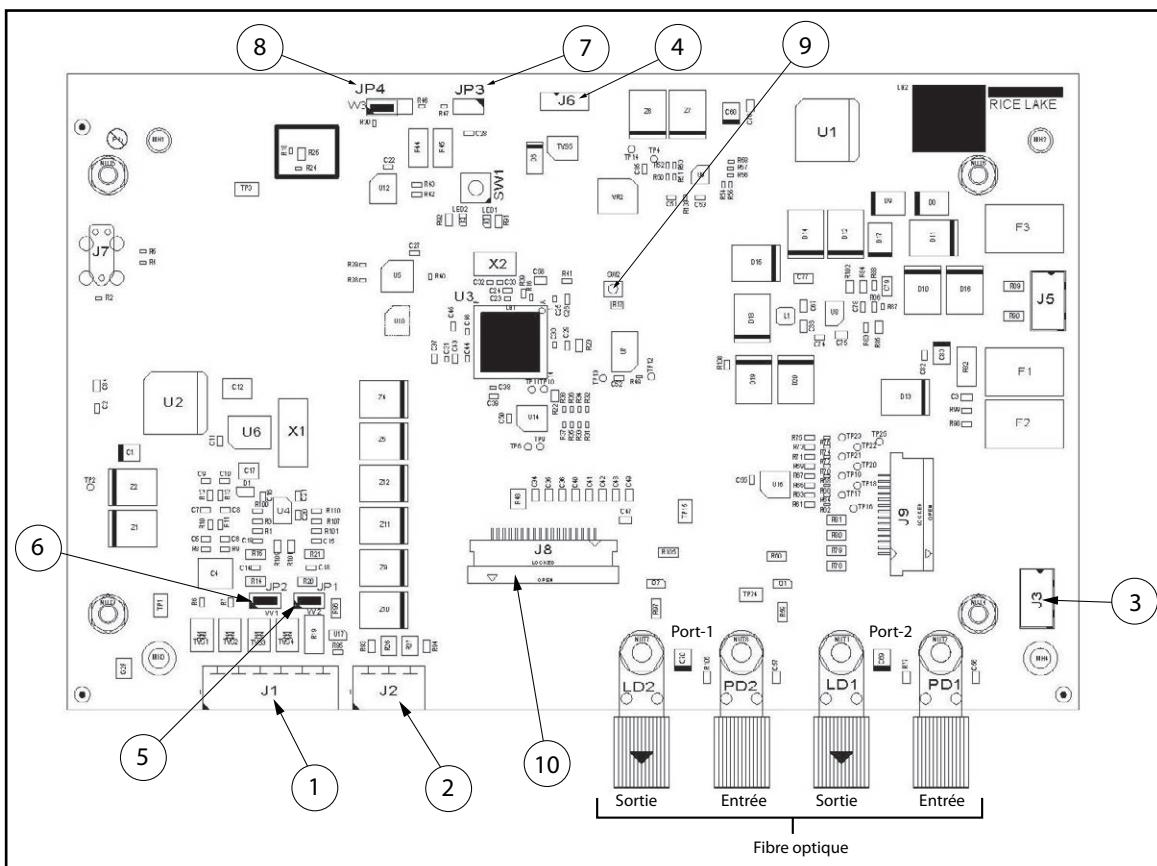

Figure 2-13. Carte UC 882/IS
**REMARQUE :** Pour une installation à 4 fils, laisser en place les cavaliers JP1 et JP2 (Figure 2-13, page 27). Vérifier que les broches 3 et 4 de J1 restent vident pour une installation 4 fils